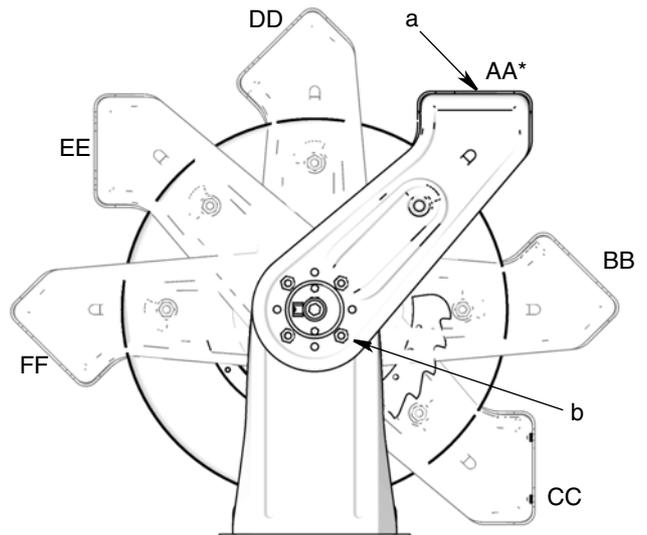

FIG. 3
3. Determinare la posizione migliore del braccio di supporto del rullo (a) (FIG. 3).
- La bobina per cavi è montata in fabbrica e spedita con il braccio di supporto del rullo (a) in posizione AA* (FIG. 3). Se si desidera quella posizione, saltare il punto 4.